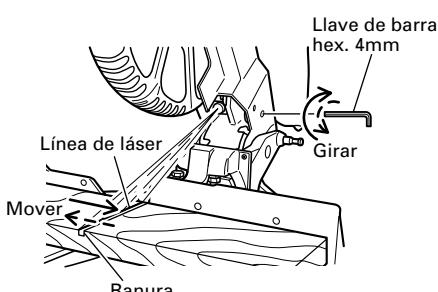

Fig. 16
(1) Encienda el marcador láser y efectúe una ranura de aproximadamente $3/16"$ (5mm) de profundidad en una pieza de trabajo de unos $1-1/2"$ (38mm) de alto y $3-1/2"$ (89mm) de ancho. Sostenga la pieza de trabajo ranurada mediante el tornillo de carpintero tal como está, y no la mueva.
(2) A continuación introduzca una llave de barra hexagonal de 4 mm en el orificio de 12 pulgadas de diámetro situado sobre el lado de la caja de engranajes, y gire el tornillo de cabeza hueca hexagonal para desplazar la línea de láser. (Si gira el tornillo de cabeza hexagonal en el sentido de las agujas del reloj, la línea de láser se desplazará hacia la derecha, y si lo gira en sentido contrario a las agujas del reloj, se desplazará hacia la izquierda.) Cuando trabaja con la línea de tinta alineada con el lado izquierdo de la hoja de sierra, alinee la línea de láser con el extremo izquierdo de la ranura. (Fig. 16) Cuando la alinee con el lado derecho de la hoja de sierra, alinee la línea de láser con el lado derecho de la ranura.